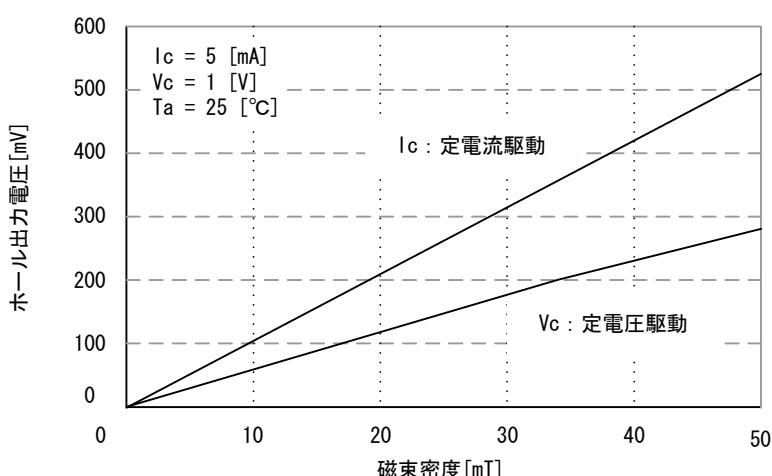

図 5.2 ホール出力電圧[mV] - 磁束密度[mT]
- 感度[V/mT] : 図 5.2 のホール出力電圧 - 磁束密度 (V_c : 定電圧駆動) から読み取ります。